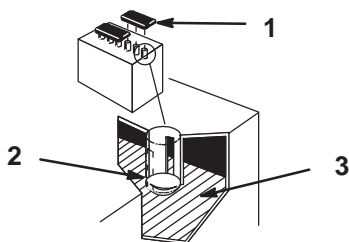

Bild 91
1. Öffnen Sie die Deckel, um in die Zellen schauen zu können. Der Füllstand muss sich beim unteren Teil des Röhrchens befinden (Bild 91). Der Säurestand darf nicht unter die Oberseite der Platten abfallen (Bild 91).
2. Schrauben Sie die Zellendeckel ab (Bild 91).
3. Gießen Sie langsam destilliertes Wasser in jede Batteriezelle, bis der Stand den unteren Teil des Röhrchens erreicht (Bild 91).